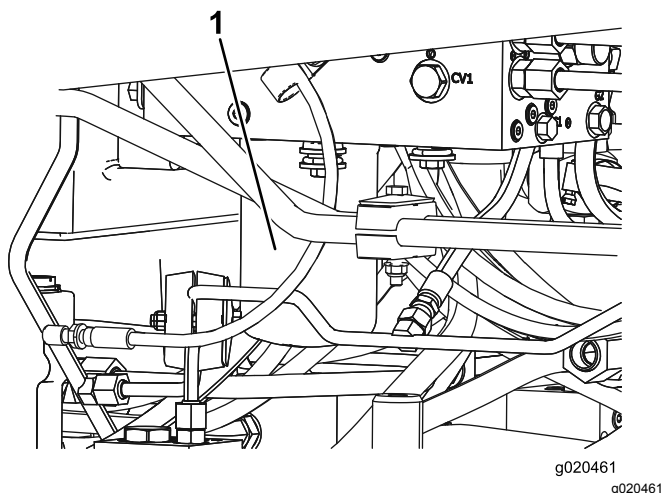

Figura 101
5. Repita el procedimiento con el otro filtro (Figura 101).